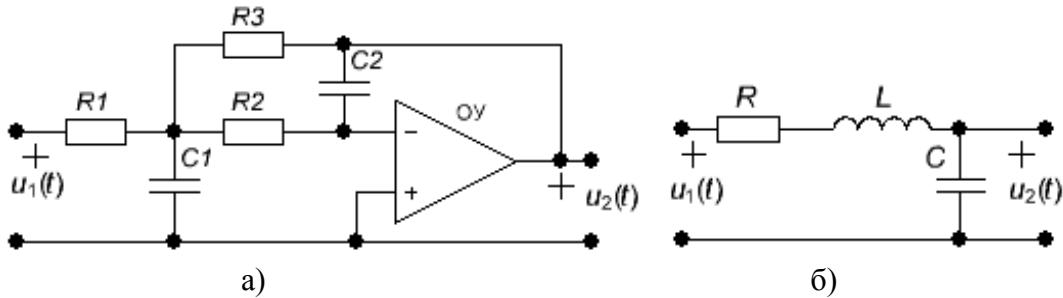

Рис. 7.1
1.3. Найдите комплексную передаточную функцию $H_{RLC}(j\omega) = \dot{U}_2/\dot{U}_1$ RLC -контура, схема которой представлена на рис. 7.1,б, и приведите к виду
2.2. Постройте на экране дисплея схему *ARC*-цепи, приведенную на рис. 7.1,а с рассчитанными в п. 1.4 параметрами (пп. 1, 2 приложения).
2.4. Постройте на экране дисплея схему *RLC*-контура, приведенную на рис. 7.1,б, с параметрами, заданными в табл. 7.1 для Вашего варианта.